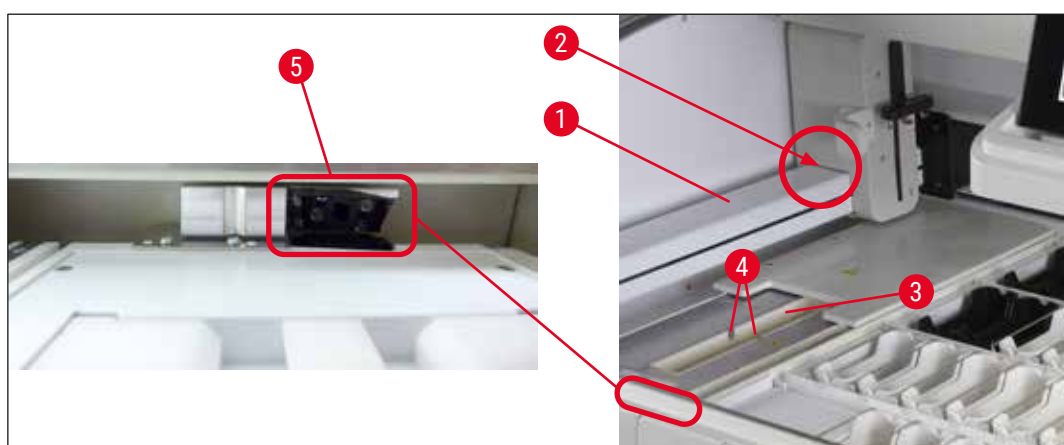

Fig. 95
- Når strekkodeleseren brukes som tilleggsutstyr, kan det samles smuss fra objektglasstativene i og rundt objektglasstelleren (→ "Fig. 95"). Derfor må disse områdene sjekkes grundig av brukeren under det daglige instrumentoppsettet, og om nødvendig rengjøres med støvsuger. Rengjøring med klut anbefales ikke, da dette kan spre partiklene til andre kritiske områder på instrumentet.